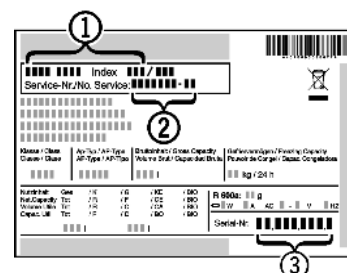

Fig. 24
- ▶ Apparaataanduiding Fig. 24 (1), service-nr. Fig. 24 (2) en serie-nr. Fig. 24 (3) van het typeplaatje aflezen. Het typeplaatje bevindt zich aan de linkerkant binnen in het apparaat.
- ▶ Contact opnemen met de Technische Dienst en het probleem, apparaataanduiding Fig. 24 (1), service-nr. Fig. 24 (2) en serie-nr. Fig. 24 (3) mededelen.